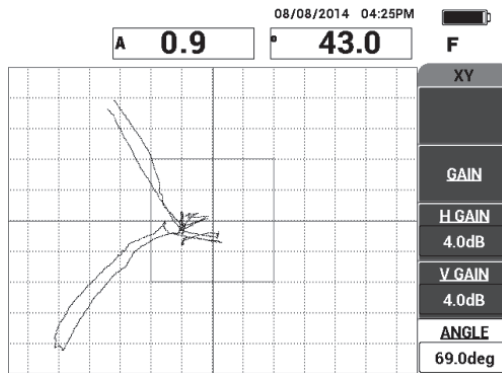

Figura 6-8 Ajustar o ângulo do sinal do descolamento
4. No menu **MAIN**, pressione **ANGLE [ÂNGULO]** (tecla E) e, em seguida, ajuste o ângulo do sinal de modo que o descolamento de lateral distante vá para baixo e o descolamento próximo à lateral vá para cima (veja Figura 6-8 na página 136).